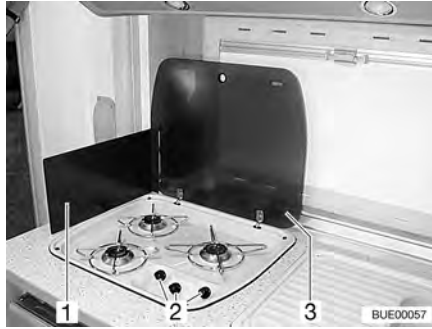

Bild 180 Gasspis
- Öppna gasspisens lock (Bild 180,3).
- Fäll upp eller ställ upp flamskyddsplåten (Bild 180,1), beroende på modell.
- Vrid vridregulatorn (Bild 180,2) till önskad låga till tändningsläge (stor låga).